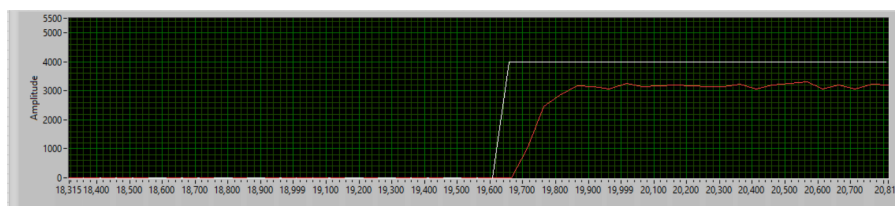

Figura 2: Respuesta al escalón del motor
- Imagen de la respuesta al escalón del sistema real, obtenida con LabVIEW, con el formato correcto de los ejes, e.g. figura 2.